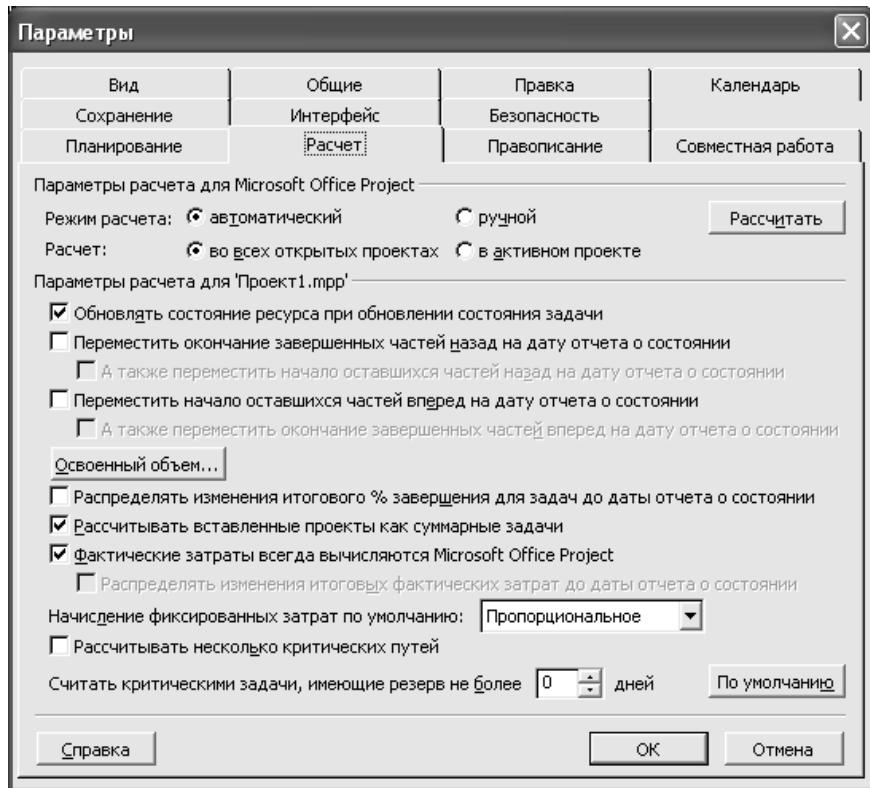

Рис. 56. Налаштування для відображення фактичних витрат
1. У меню **Сервіс** виберіть команди **Параметри....** У вікні **Параметри** переайдіть на закладку **Розрахунок** (рис. 56).